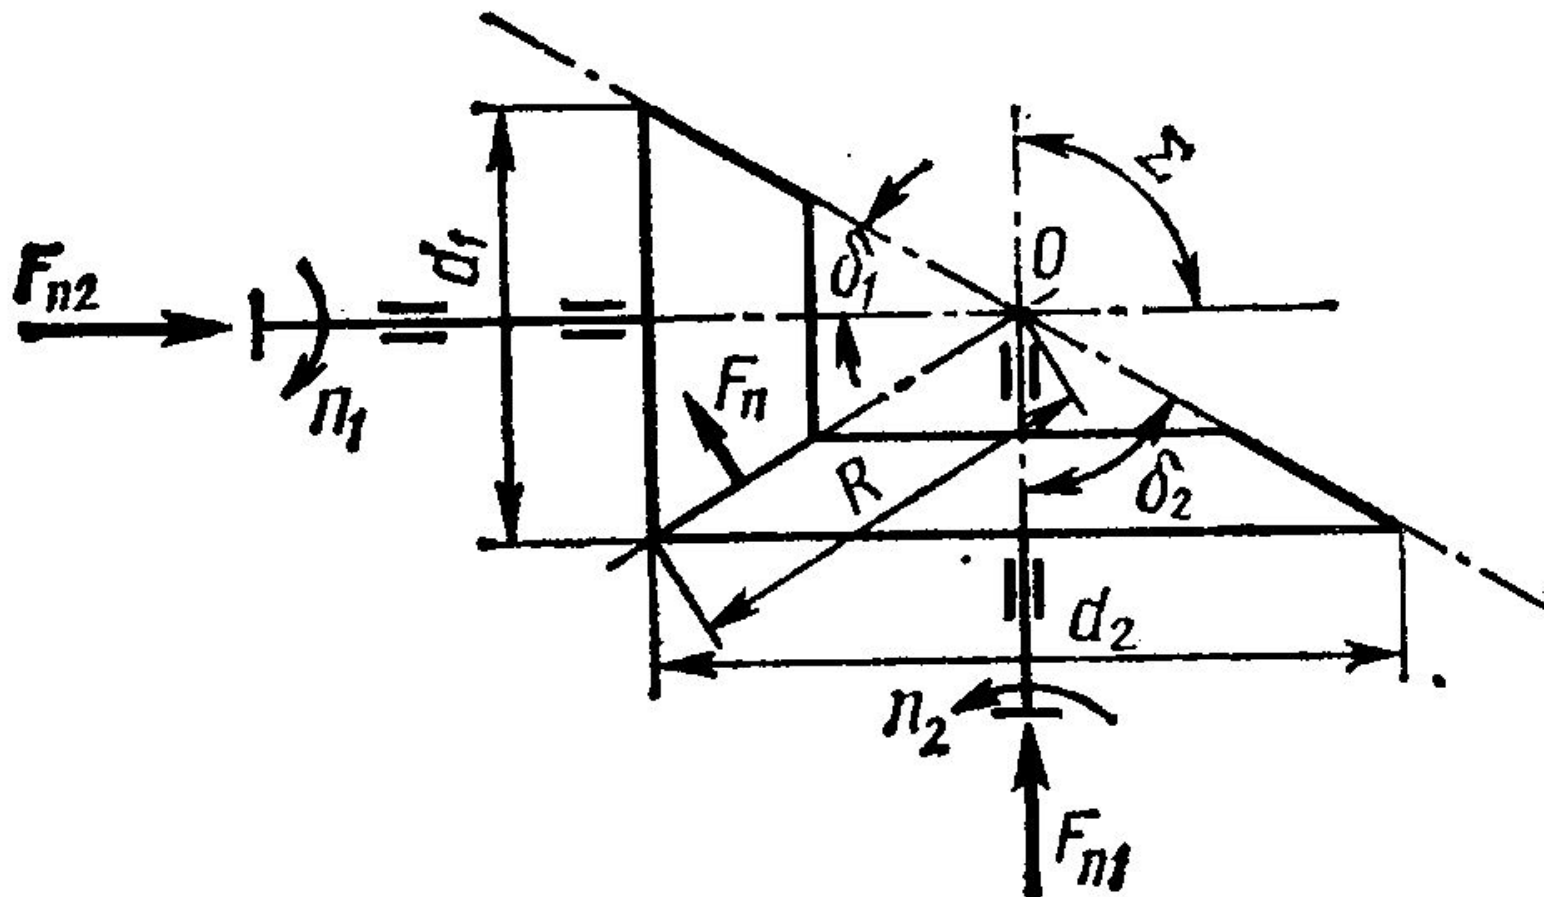

Рис. 3
- Для передачи движения между валами с пересекающимися осями используют коническую фрикционную передачу (рис. 3). Угол  $2$  между осями валов может быть различным, чаще всего он равен  $90^\circ$ . Без учета проскальзывания передаточное отношение